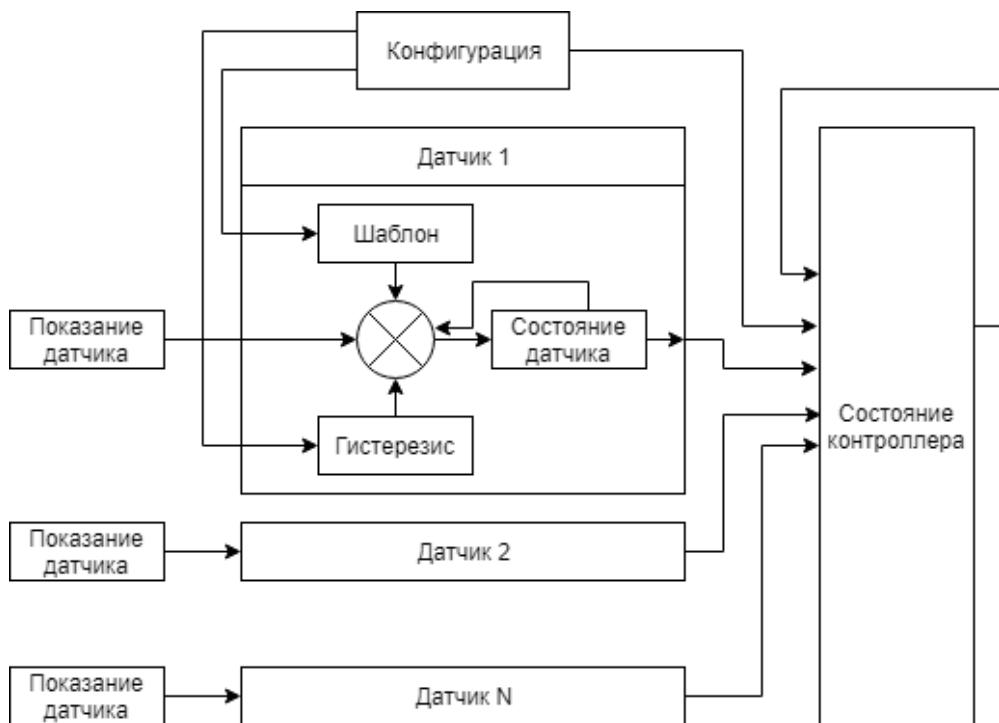

Рис. 7.1 - Диаграмма функционирования ПО
- 2.1.1.** Показания, получаемые от датчиков и устройств, являются бинарными состояниями (0, 1) для дискретных датчиков либо цифровыми показаниями для аналоговых датчиков, датчиков 1-wire и цифровых устройств (например, 10,5 mA, или 12,1 В, или 1234,6 кВт·ч). ПО Контроллера анализирует состояние датчиков и устройств в соответствии с Рис. 7.1.